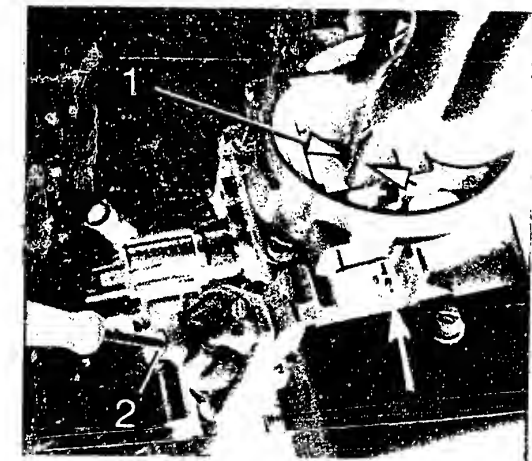

Bild 18 Einstellung des Starterklappenspaltes mit Hilfe eines Bohrers oder einer Rundlehre. Die Verstellung erfolgt an der Pull-down-Anschlagschraube 2.
3.3.3 Starterklappenspalt (Bild 18).
Zur Einstellung ist der Chokezug zu ziehen und der Motor zu starten. Beträgt der sich automatisch ergebende Öffnungsspalt nicht 4,5mm, kann er am Pull-down der Chokeklappe (Schraube 2 in Bild 18) eingestellt werden. Die mechanische Öffnungsweite wird geprüft, indem der Choke komplett gezogen und anschliessend wieder um eine Raste eingeschoben wird. Der sich auf diese Weise ergebende Spalt muss 8mm messen. Die allfällige Korrektur erfolgt an der mit einem Pfeil bezeichneten Plastikklemme (siehe Bild 18).